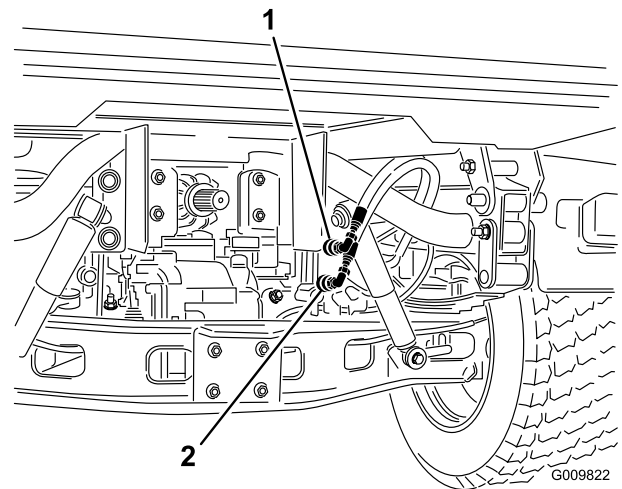

Figura 16
2. Nos veículos com o número de série 240000001 e superior, desligue os dois tubos do cilindro elevador dos tubos fixos no suporte acoplador (Figura 16). Insira as tampas nos acopladores rápidos dos tubos do cilindro.